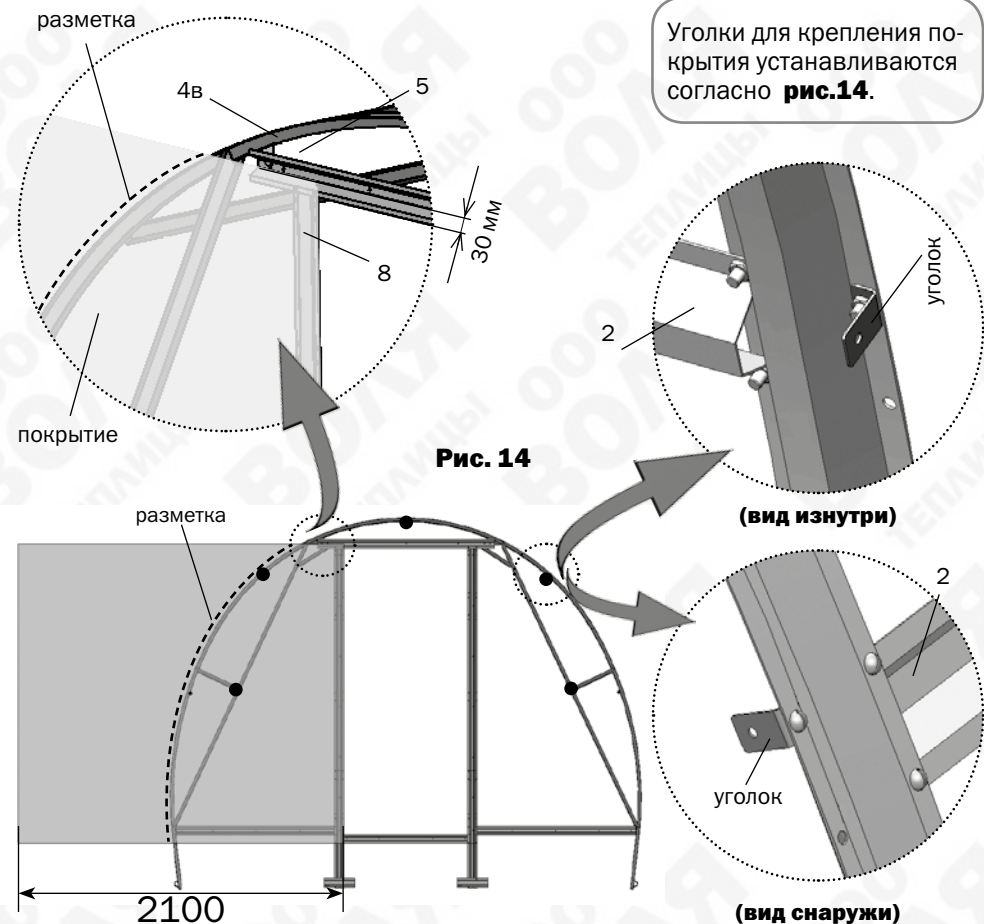

Рис. 14
**РАСКРОЙ ЛИСТА ПОЛИКАРБОНАТА ВЫПОЛНЯЙТЕ СТРОГО В СООТВЕТСТВИИ С РИС. 13 И РИС. 14**
**1.** Раскройте лист покрытия для торцов. Для этого отрежьте от листа поликарбоната длиной 1950 мм (см. линии реза на **рис.13**). Чтобы сделать шаблон бокового куска покрытия, приложите вырезанный кусок к собранному торцу теплицы и, не снимая защитной пленки с поликарбоната, нанесите разметку шаблона на листе покрытия по деталям **4в** и **4н** с припуском (**рис.14**). При разметке край листа строго совмещается по кромке деталей **7** и **8**, а верхняя кромка выше на 30 мм нижнего края детали **5**. Вырежьте шаблон. Разметьте оставшуюся часть листа, используя вырезанный шаблон, в соответствии со схемой раскройки (**рис.13**).
Уголки для крепления покрытия устанавливаются согласно **рис.14**.